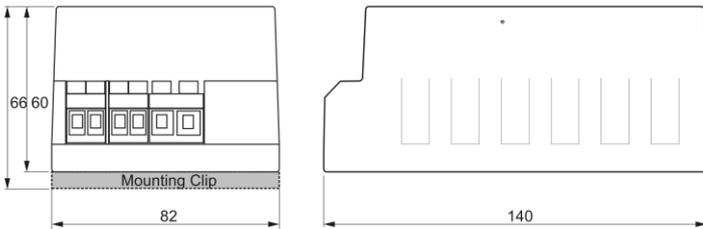

Fig. 5
- Устройства Плавного Пуска CSS предназначены для установки только в электрических щитах. Монтажная скоба делает удобным закрепление на DIN-рейку; для надежного закрепления на любой плоской поверхности у нее имеется четыре отверстия (Ø4,5мм). Монтажную скобу можно закрепить на основании корпуса в двух направлениях, см. Рис. 5. Обеспечьте защиту CSS от прямых солнечных лучей и попадания воды.